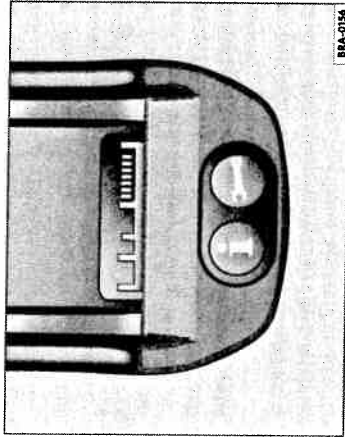

Fig. 21 Tostele pentru apelurile informative și de urgență.
- Mențineți apăsată tasta pentru urgențe sau tasta ⇒ pagina 38, fig. 21” de pe adaptorul telefonului, mai mult de zece secunde.
– Mențineți tasta ⇒ fig. 21 apăsată mai mult de două secunde. Se caută legătura.